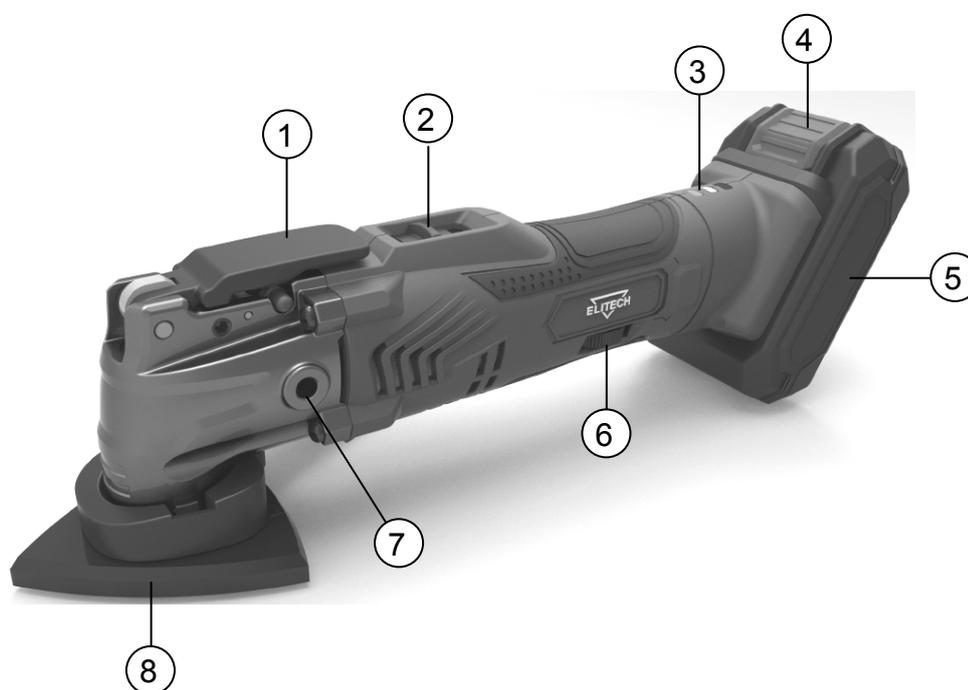

Рис. 1
- Извлеките аккумулятор 5 (рис. 1) из инструмента, нажав на кнопку разблокировки аккумулятора 4 (рис. 1) и потянув аккумулятор из устройства.
Установите аккумулятор на инструмент. Во время включения инструмента светодиодный индикатор 3 (рис. 1) будет показывать уровень заряда аккумулятора.
Для запуска инструмента переведите выключатель 2 (рис. 1) в положение “I (ВКЛ)”.
Для увеличения/уменьшения частоты колебаний инструмента вращайте регулировочное колесо 6 (рис. 1). Регулировку частоты колебаний можно установить в 6 положениях, положение «1» обозначает самую низкую, а позиция «6» самую высокую частоту.